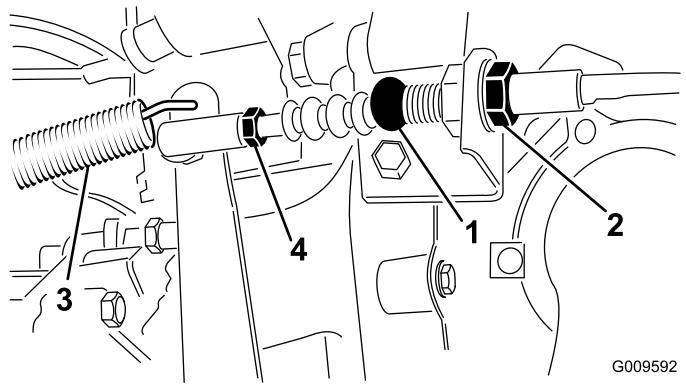

Figura 59
1. Afloje las contratueras que fijan el cable del embrague al soporte de la carcasa (Figura 59).